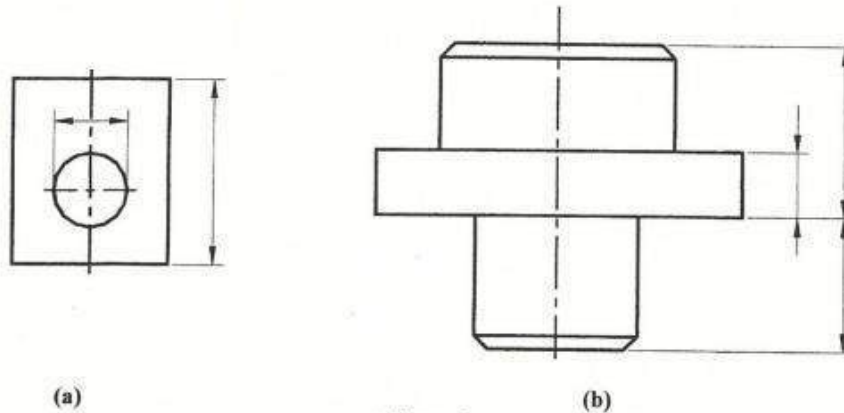

Figura 3
4.1.2 Las líneas de referencia y las de dimensión no deben cruzar otras líneas a menos que sea inevitable (figura 3).